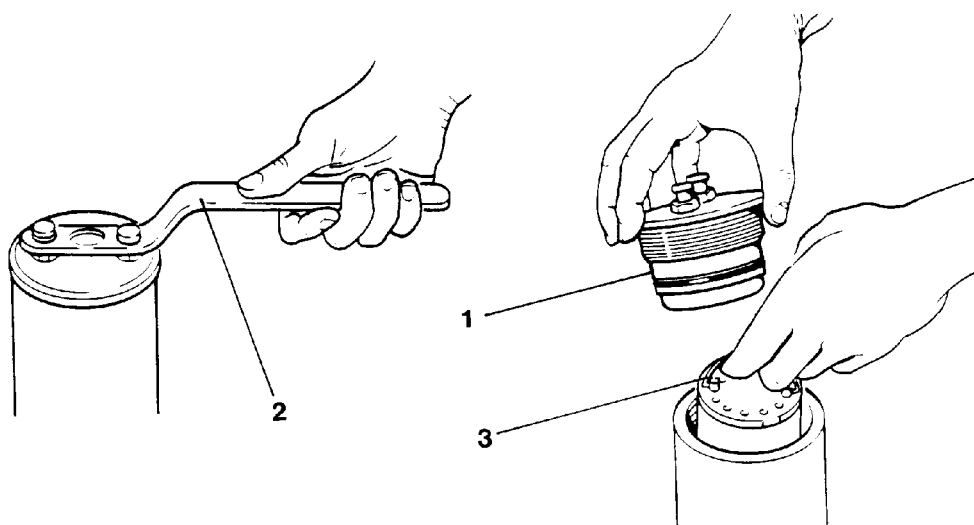

Abb. 32 Patronenwechsel
- Bei Filtersystemen mit **SECURUS**-Überwachung den BNC-Stecker des Koaxialkabels durch leichtes Andrücken und Linksdrehen entriegeln und von der BNC-Kupplung abziehen (siehe Abb. 32).
- Obere Verschraubung (1) mit dem mitgelieferten Spezialschlüssel (2), der eine Aussparung für den Koaxialstecker besitzt, herausschrauben.
- Alte Patrone am Bügel (3) herausziehen und neue Patrone einsetzen.